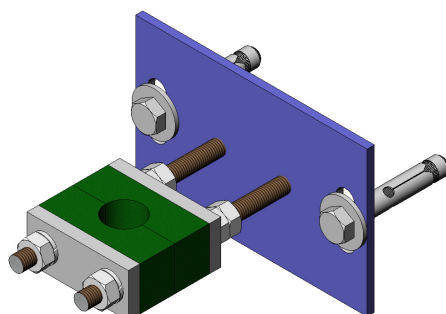

fig. 8
- Si consiglia un supporto-guida di mandrino (fig. 8) ogni 1,5m.